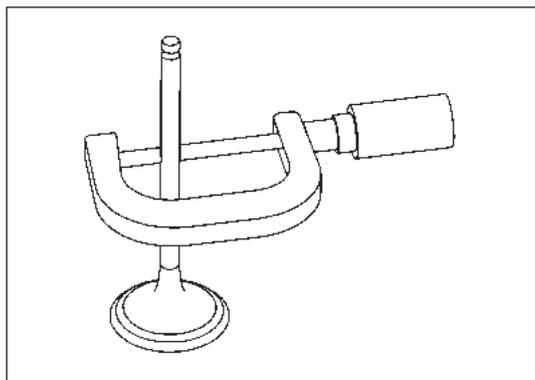

Рис. 12-3-14. Измерение диаметра штока клапана
- б) С помощью микрометра измерить диаметр штока клапана, как изображено на рис. 12-3-14.